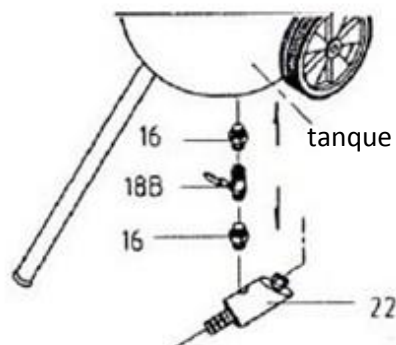

Figura 4
3. Coloque o tanque (1) sobre a mesa de modo que os quatro grampos fiquem voltados para cima. Consulte a figura número 3. Rosqueie o sifão de ar (17) e suas peças no furo localizado na lateral do tubo de entrada. Em seguida, rosqueie a extremidade livre do tubo de conexão (13) no tubo de entrada (14) e no manômetro (15) montado no furo roscado na lateral do tubo de enchimento na parte superior do tanque. Certifique-se de que a mangueira de entrada e o manômetro estejam na vertical.
4. Consulte a Figura 4 para obter instruções sobre como montar a válvula de saída de areia no orifício localizado na parte inferior do tanque.